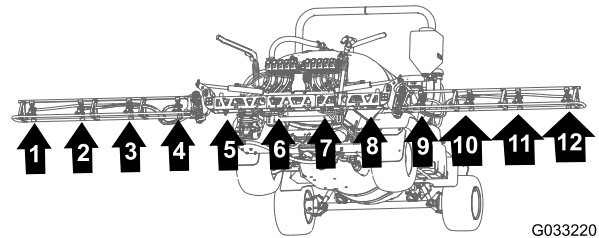
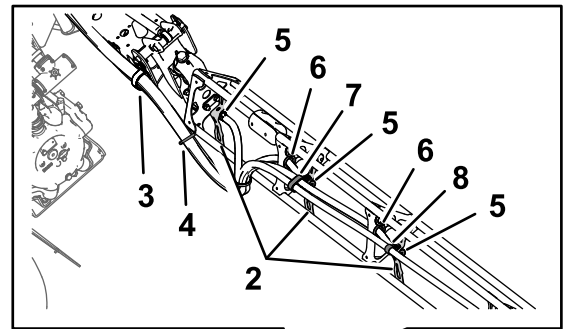

Bild 106
Bild 107
1. Verlegen Sie die Schläuche für die Sprühdüsen 1, 2, 3 und 4 durch die R-Klemme am linken äußeren Ende des mittleren Auslegerabschnitts (Bild 106 und Bild 107).
2. Verlegen Sie die Schläuche für die Sprühdüsen 7, 8, 9 und 10 durch die R-Klemme am rechten äußeren Ende des mittleren Auslegerabschnitts (Bild 106 und Bild 107).
des Auslegerabschnitts zu den Sprühdüsen 1 und 10, wie in Bild 106 und Bild 107 abgebildet.
4. Verlegen Sie die Zulaufschläuche (234 cm) und die gezahnten Schlauchschafte (3/4") entlang des Auslegerabschnitts zu den Sprühdüsen 2 und 9, wie in Bild 106 und Bild 107 abgebildet.
5. Verlegen Sie die Zulaufschläuche (188 cm) und die gezahnten Schlauchschafte (3/4") entlang des Auslegerabschnitts zu den Sprühdüsen 3 und 8, wie in Bild 106 und Bild 107 abgebildet.
6. Verlegen Sie die Zulaufschläuche (188 cm) und die gezahnten Schlauchschafte (3/4") entlang des Auslegerabschnitts zu den Sprühdüsen 4 und 7, wie in Bild 106 und Bild 107 abgebildet.
7. Bündeln Sie die vier Schläuche für die Sprühdüsen mit einem Kabelbinder zusammen, wie in Bild 107 abgebildet.